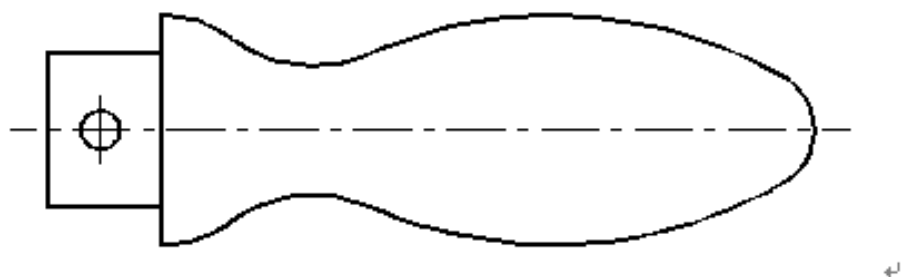

图 2-15 修剪、删除后的图形
④修剪、删除。调用“修剪、删除”命令，将多余线段修剪、删除，如图 2-15 所示。